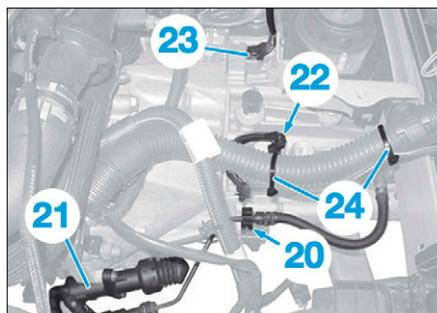

FIG. 105
- Dégraïser le tube hydraulique d'embrayage (20) (Fig.105).
- Déposer, écarter et brider le récepteur hydraulique d'embrayage (21) sans ouvrir le circuit.
- Débrancher le connecteur (22).
- Déposer le câble de masse (23).
- Couper les colliers plastiques (24).